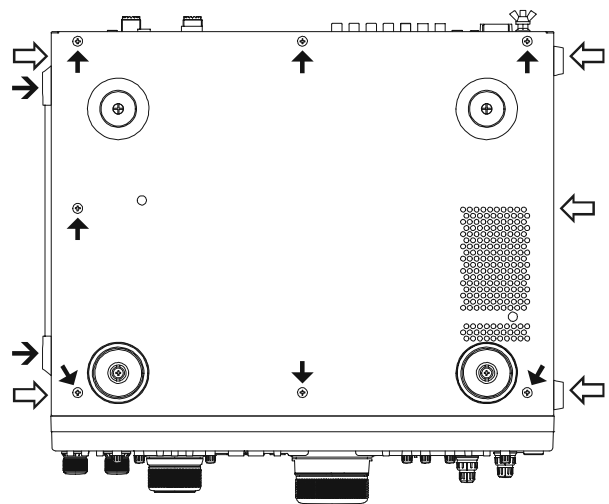

Figure 1
- ☐ En référence à la Figure 1, ôter les 2 vis (\rightarrow), 5 vis (\Rightarrow), et les 7 (\rightarrow) qui se trouvent sur le couvercle inférieur.
- ☐ En référence à la Figure 1, ôter les 2 vis (→), 5 vis (⇨), et les 7 (→) qui se trouvent sur le couvercle inférieur.